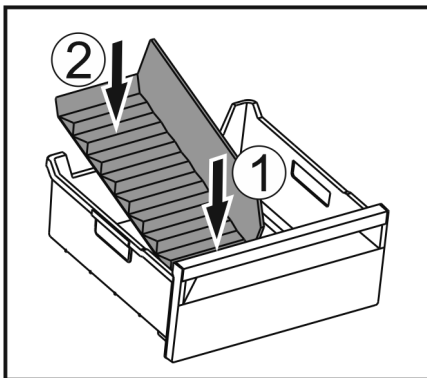

Fig. 50
- ▶ Vorderen Teil des Eisfach-Trenners einsetzen. Fig. 50 (1)
- ▶ Hinteren Teil des Eisfach-Trenners bis zum Schubfachboden absenken. Fig. 50 (2)